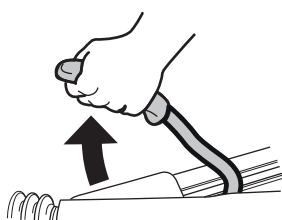

Abb. 8
- ▶ Feststellbremse anziehen und / oder die Reifen mit Keilen sichern (Abb. 8).